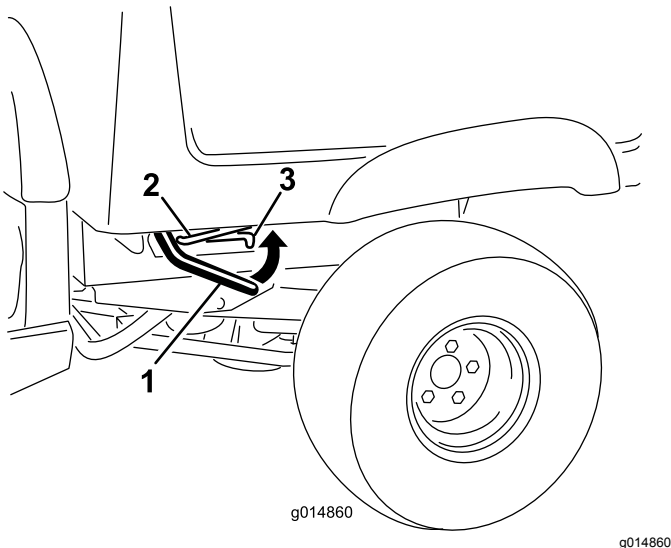

Bild 3
1. Heben Sie die Hebelklinke an, die sich an einer Seite in der Nähe der vorderen Kante der Ladepritsche befindet, und heben Sie die Ladepritsche ganz an (Bild 3).
2. Ziehen Sie die Stützstange in die hintere Arretierung am Ende des Schlitzes an der linken Seite der Maschine, um die Ladepritsche zu befestigen (Bild 3).
8. Heben Sie die Hebelklinke an, die sich an einer Seite in der Nähe der vorderen Kante der Ladepritsche befindet (Bild 3).